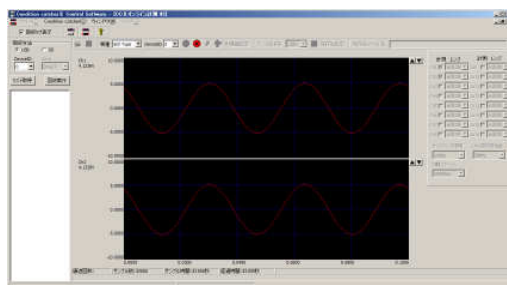

図 26. オンライン計測中の画面
- ④ 計測するチャンネルは波形表示枠右のチェックボックスを操作して、任意のチャンネルを選択可能です。
- ⑤ 計測データをパソコンのメディアへ保存する場合には、『データの保存』で『する』を選択し『保存先ボタン』をクリックして保存ダイアログを開き、ここで保存先と保存ファイル名を指定してください。
- ⑥ オンライン計測画面の ツールバーの『DeviceID』を、USB 接続した本体で設定されている値に合わせて、『オンライン計測開始』ボタン  をクリックすると計測を開始し、モニタに波形を表示します(図 26)。メディアへの保存が有効に設定されている場合には同時に保存も行われます。